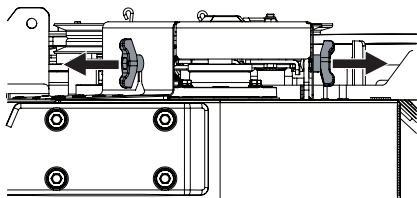

Figura 48
2. Retire los tornillos mariposa hexagonales que sujetan las cubiertas de las correas a la plataforma (Figura 48).